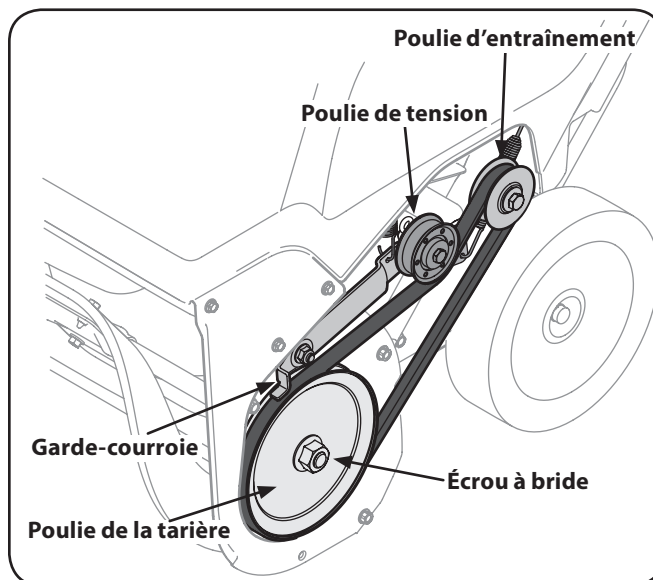

Figure 7-3
7. Suivez les étapes ci-dessous et référez-vous à la Figure 7-3 pour remplacer la courroie.
- a. Acheminez la courroie autour de la poulie d'entraînement et sous la poulie de tension. Voir Figure 7-3.